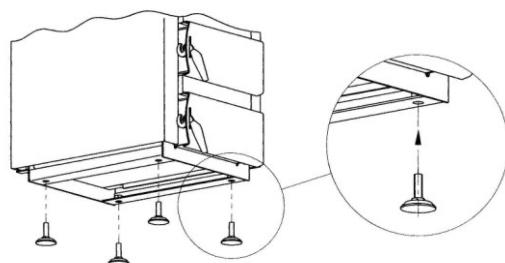

Рис.2 Выравнивание котла
A. Котёл установить на огнеупорной поверхности, подложив теплоизолирующую пластину, выступающую минимум на 2 см. от корпуса котла. Если котёл расположен в подвале, рекомендуем установить его на фундаменте высотой 5-10 см. Котёл должен быть выровнен. Для выравнивания служат 4 ножки, поставляемые в комплекте, которые можно вкрутить в резьбовые отверстия, находящиеся в нижней части котла (Рис. 2)